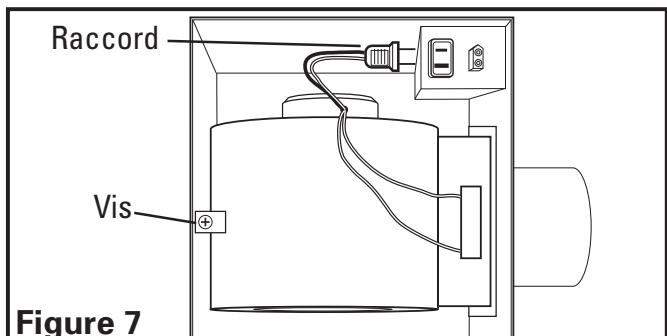
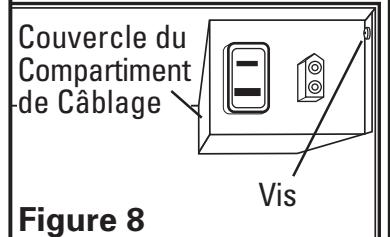

Figure 7
Figure 8
- 1b. **Compartiment de Câblage Intérieur:** enlever la vis retenant en place l'assemblage de la soufflante. Tirer vers le haut le kit d'assemblage et basculer sur un angle de 45 degré pour pouvoir sortir du boîtier. (**Figure 7**). Enlever la vis du couvercle du compartiment à câblage et mettre ce couvercle dans un endroit fiable (**Figure 8**).
- Branchez la prise du ventilateur dans son réceptacle. (**Figure 7**).